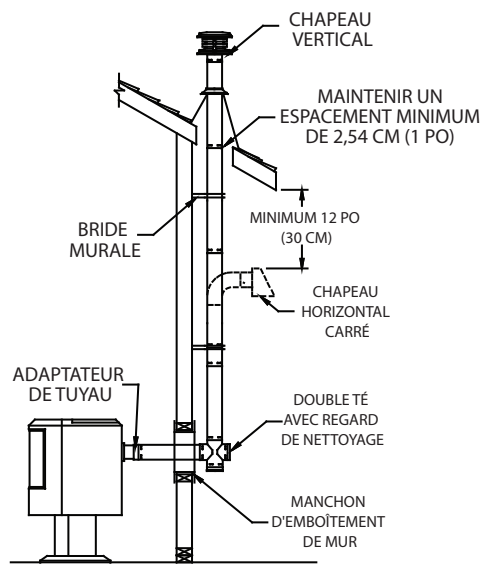

Figure 11
4. Si la sortie du conduit de fumée est à l'arrière du poêle et qu'une installation verticale extérieure ou verticale partielle est désirée (**Figure 11**):